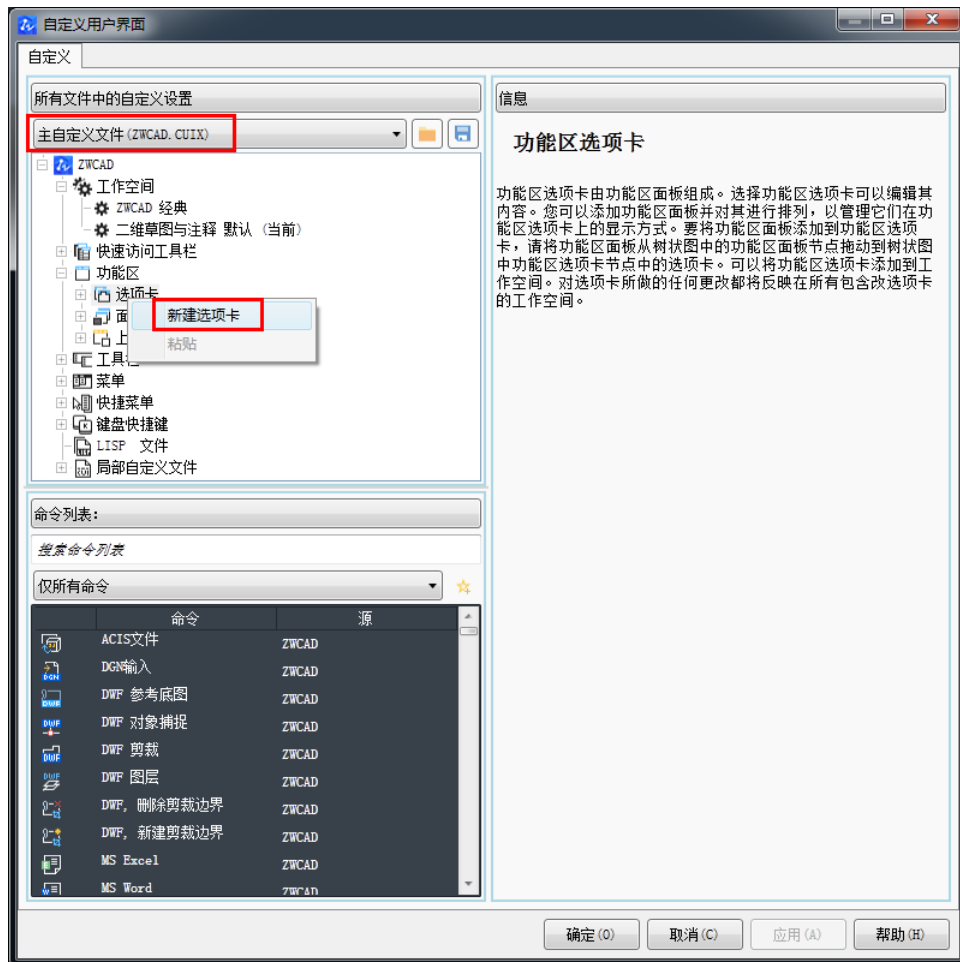

图 2-20 新增选项卡
- c) 选中“选项卡”项点击右键，在系统弹出快捷菜单中选择“新建选项卡”，如图 2-20 所示。